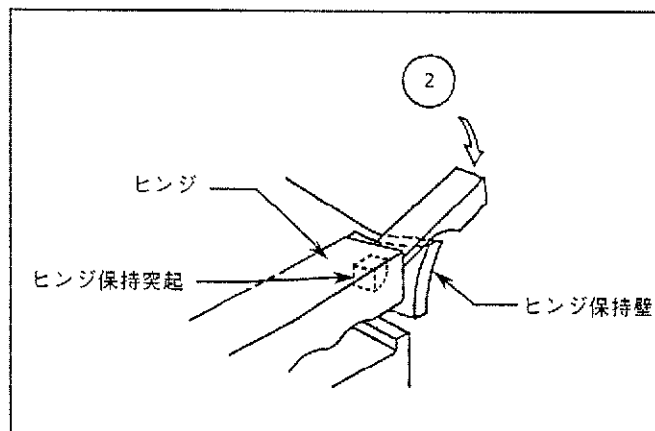

Fig. 3
- ② 突起が壁から外れるように壁をたわませながら工具を②の方向へこじり、ヒンジ保持を解除する。(Fig.3 参照)